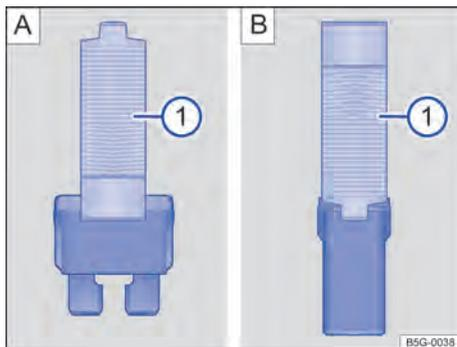

Fig. 160 Retirar ou colocar o fusível com a pinça de plástico: **A)** fusível plano, **B)** fusível de bloqueio.
- Conforme o modelo de fusível, colocar um grampeo adequado da pinça de plástico pela lateral sobre o fusível → Fig. 160 **A** **1** ou → Fig. 160 **B** **1**.